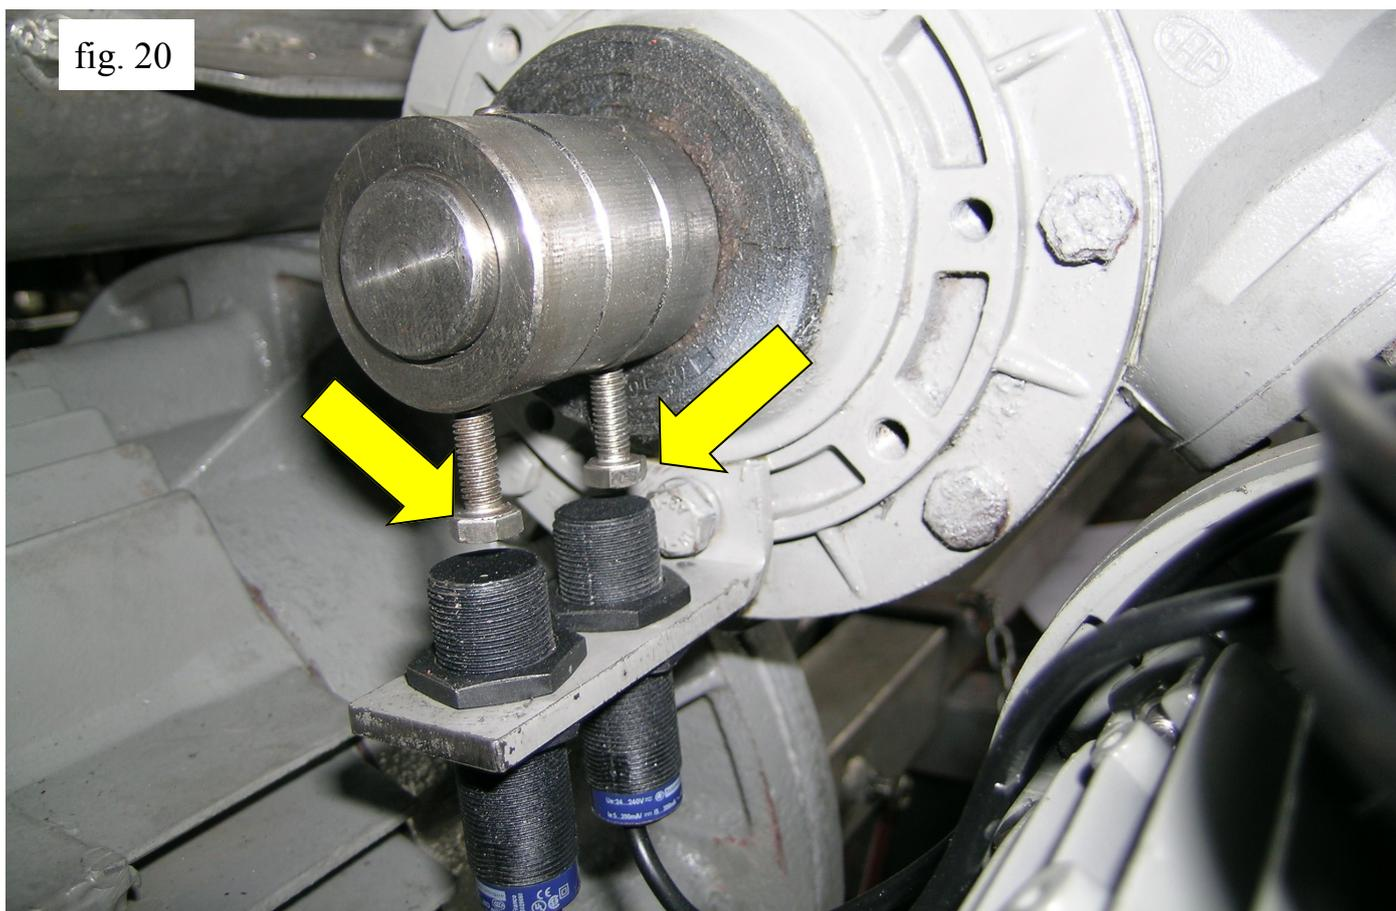

fig. 20
Il girevole elettrico è una opzione che si può disporre su alcune pompe per rendere automatica la rotazione del cono di miscelazione. La regolazione va eseguita allentando le due viti indicate in fig. 20 e ruotando in senso orario o antiorario le due ghiera fino a trovare l'angolo di rotazione voluto. A modifica eseguita le due viti vanno strette.
- Togliere i sensori del girevole svitando i dadi di plastica (vedi fig.20)